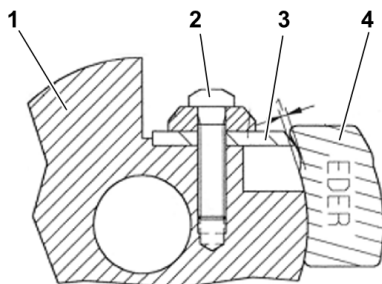

Bild 15: Byta kniv på skivfräsen
- > Lossa knivskruven (2 – bild 15) något.
- > Lägg knivmallen (4 – bild 15) mot fräshuvudet (1 – bild 15) och skjut kniven (3 – bild 15) mot knivmallen tills den rör vid det inristade området.